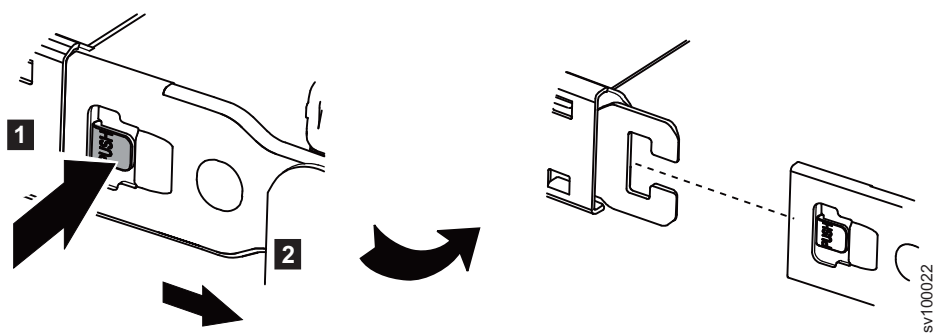

図 4. ケーブル・マネジメント・アームの外部メンバーの切り離し
3. 15 ページの図 4 に示すように外部メンバーを切り離します。